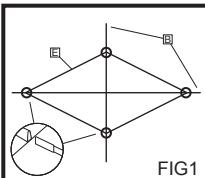

FIG1
2. Empurre as hastes completamente nos canais. (FIG1)